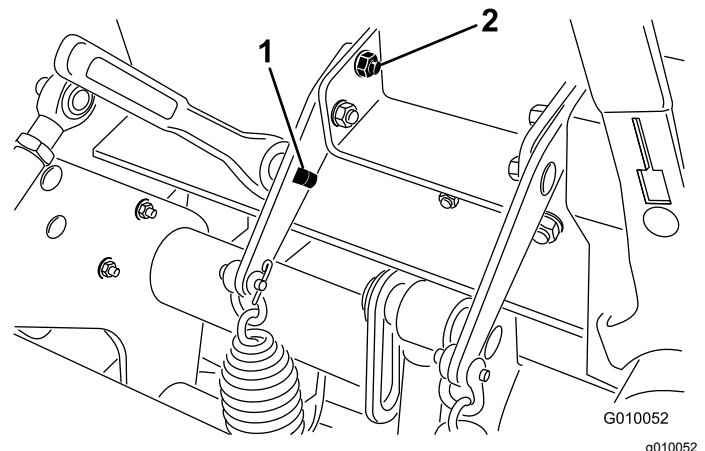

Figure 38
3. Insérez un manche à rochet de 1/2 pouce ou une barre de levier dans le trou carré du support de ressort (Figure 38).